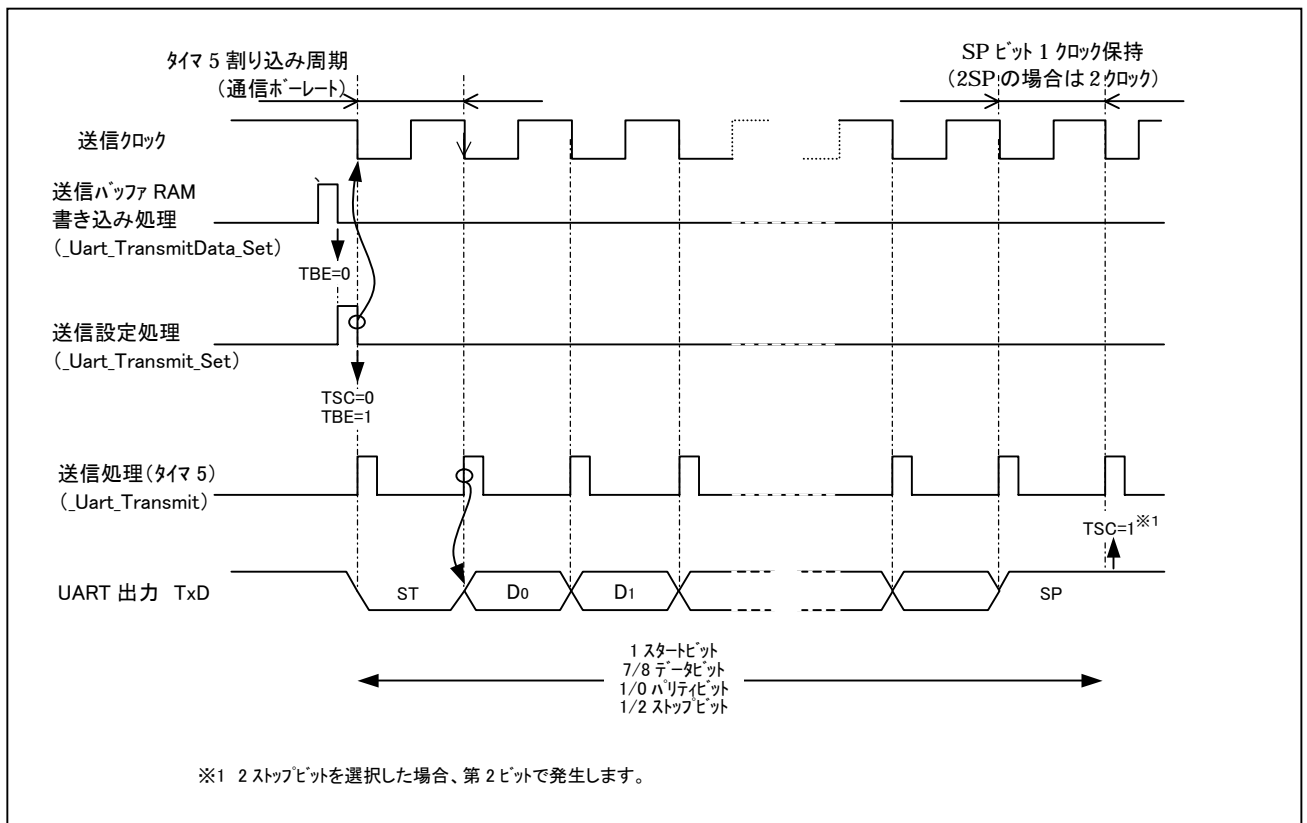

図 3.2.1 ソフト UART 送信タイミング図
- 2) 送信データを送信バッファ RAM に設定する ( 図 3.2.1 参照 ) ( P.13 サンプルリスト )